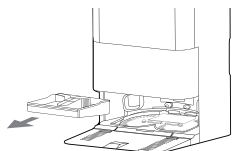

Fig. 24
1. Dunk forsiktig på det midtre håndtaket på basestasjonens ramme, og trekk det oppover for å ta ut dokkingstasjonens rengjøringsbrett (vaskeplate). [Fig. 24]